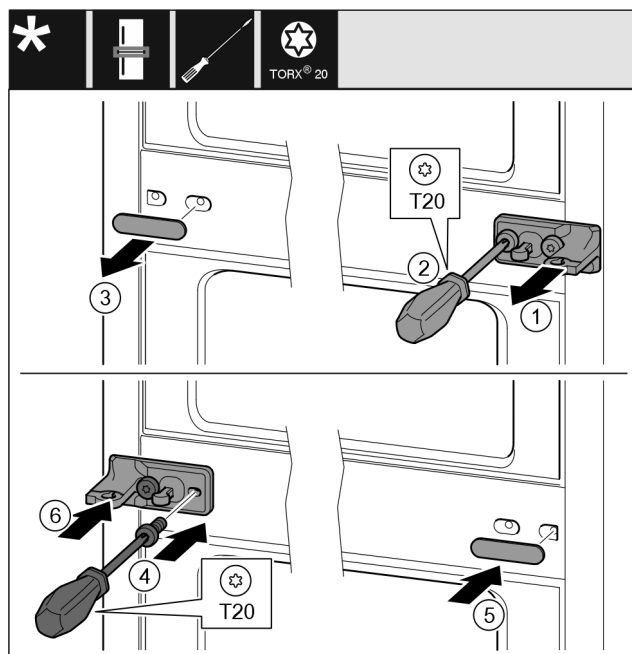

Fig. 12
- Stiahnite podložku Fig. 12 (1).
- Vyskrutkujte skrutky Fig. 12 (2) skrutkovačom.
- Opatrne stiahnite kryt Fig. 12 (3).
- Priskrutkujte ložiskovú konzolu s fóliou Fig. 12 (4) otočenú o 180° na druhú stranu.
- Pripevnite kryt Fig. 12 (5) otočený o 180° na druhú stranu.
- Nasuňte podložku Fig. 12 (6) spredu.